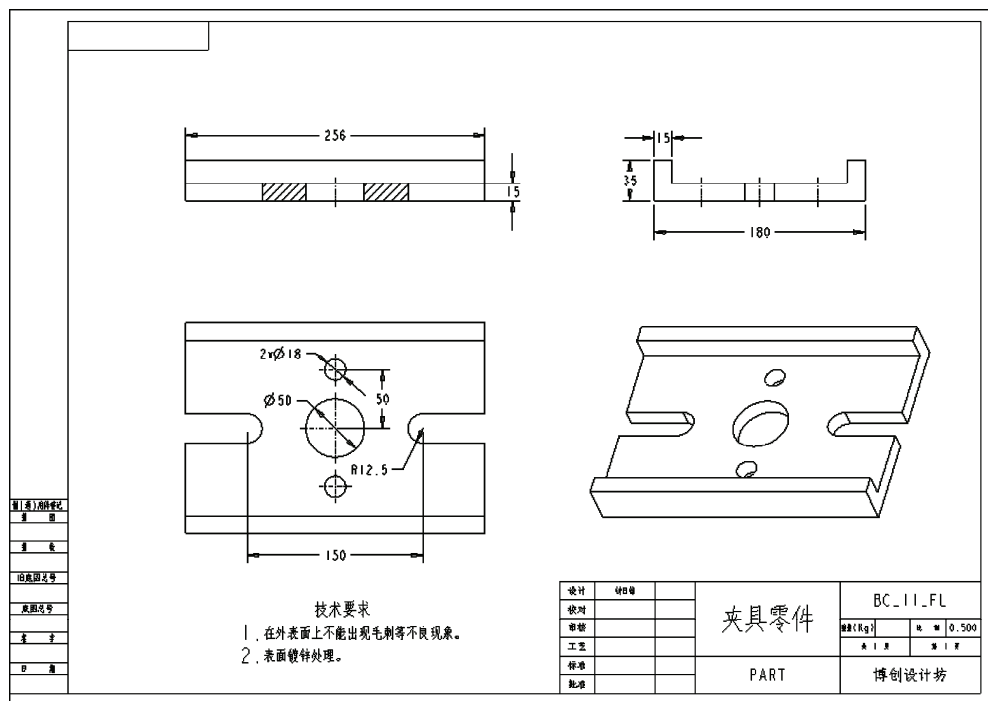

图 11-127 完成的工程图
3) 根据设计需要继续填写其他标题栏单元格。完成的工程图如图 11-127 所示。